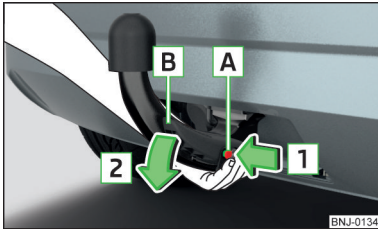

Abb. 151
- Die Kugelstange **von unten** fassen » Abb. 151.